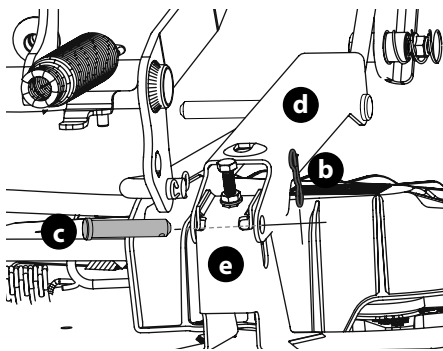

Figura 40
- Extraiga los dos pasadores con unión curva (b) de los pasadores de horquilla (c) que sujetan los soportes del varillaje de elevación (d) a los soportes traseros de elevación de la plataforma (e) en la plataforma (Figura 40). Extraiga los pasadores de horquilla (c).